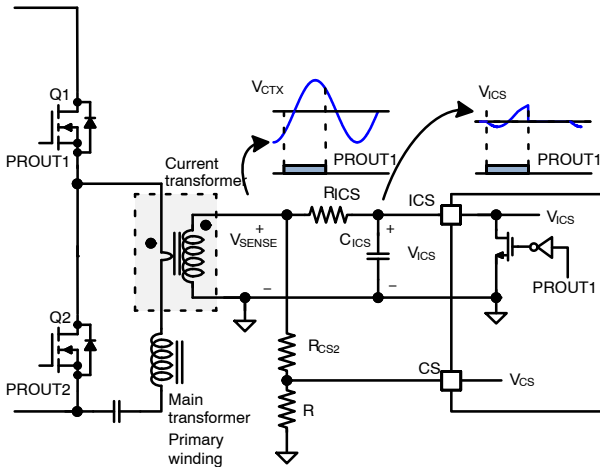
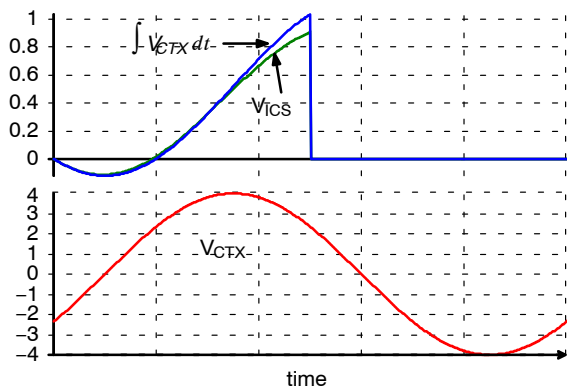
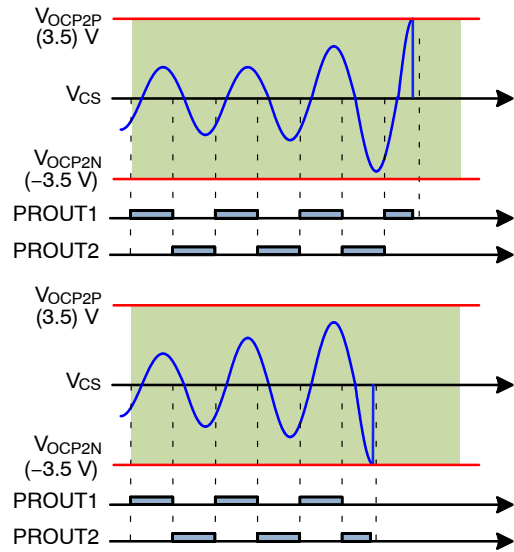

图 61. FAN7688 的电流感测
图 62. 通过 V_{SENSE} 生成积分信号 (V_{ICS})
图 66. CS 引脚的过流保护
FAN7688 可检测瞬时开关电流和开关电流的积分，如图 61 所示。由于 FAN7688 位于次级端，因此通常使用电流互感器检测初级端电流。如果 PROUT1 低，ICS 引脚将通过内部复位 MOSFET 箝位在 0 V。反之，如果 PROUT1 高，ICS 引脚将不会被箝位，且积分电容 (C_{ICS}) 将根据感测电阻电压 (V_{SENSE}) 和 ICS 引脚电压之间的压差进行充放电。在正常运行期间，由于功率限制阈值为 1.2 V，因此 ICS 引脚的电压小于 1.2 V。电流感测电阻和电流互感器匝数比的设计应满足在满载条件下，电流感测电阻上的电压 (V_{SENSE}) 大于 4 V。因此，充电和放电电流 I_{CICS} 应几乎与电流感测电阻上的电压 (V_{SENSE}) 成比例关系。图 62 比较了 V_{SENSE} 的幅度为 4 V 时 VICS 信号与理想的积分信号。由图可知，VICS 信号与理想的积分信号之间存在大约 10% 误差，对于大多数设计来说这是可以接受的。如果需要更高精度的 VICS，则应增加 V_{SENSE} 的幅度。
6. 过流保护 (OCP2): 当 V_{CS} 大于 3.5 V 或小于 -3.5 V 时, 将触发过流保护 (OCP)。CS 引脚上感测到初级端瞬时电流。由于 CS 引脚上的 OCP 阈值为 3.5 V 和 -3.5 V (如图 66 所示), 因此通常通过使用分压器从 V_{SENSE} 获得 CS 信号, 如图 61 所示。OCP 触发有 150 ns 的去抖动时间。